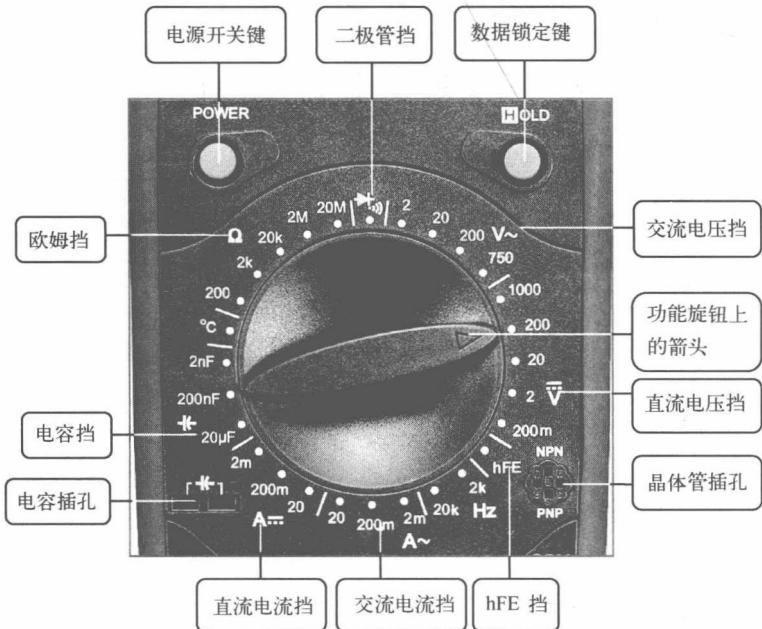

图 1-8 功能旋钮
(3) 功能旋钮
数字万用表的功能旋钮用来选择测量功能。在它周围的数字及符号标示出了功能区及量程，如图 1-8 所示。数字万用表的测量功能比较多，主要有电阻测量、交直流电压测量、电容测量、交直电流测量、二极管测量、晶体管放大倍数测量、逻辑电平测量及频率测量等。每个功能下又分出不同量程，以适应被测量对象的性质与大小。其中，“V~”表示测量交流电压的挡位；“V -”表示测量直流电压的挡位；“A~”表示测量交流电流的挡位；“A -”表示测量直流电流的挡位；“ Ω (R)”表示测量电阻的挡位；“hFE”表示测量晶体管的挡位。